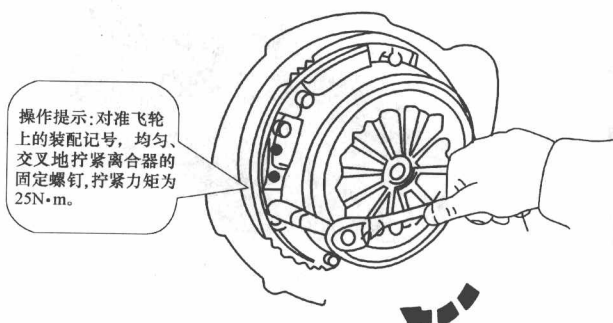

图 1-21 按规定力矩拧紧离合器外盖
3) 对正压盘和飞轮的装配标记,用扭力扳手对角、分次拧紧螺栓,如图 1-21 所示。